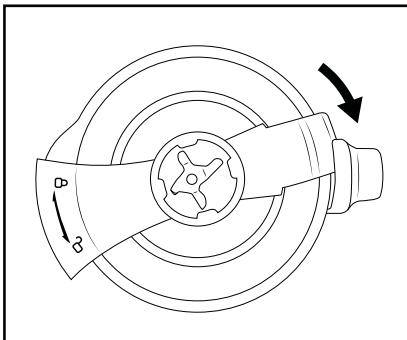

Fig. 3
- Tournez le verrouillage du couvercle ⑭ de 90° dans le sens horaire (sens ). Le verrouillage du couvercle ⑭ se déplace d'un côté au-dessus du bec verseur et de l'autre côté dans la poignée du mixeur ⑯ (fig. 3).